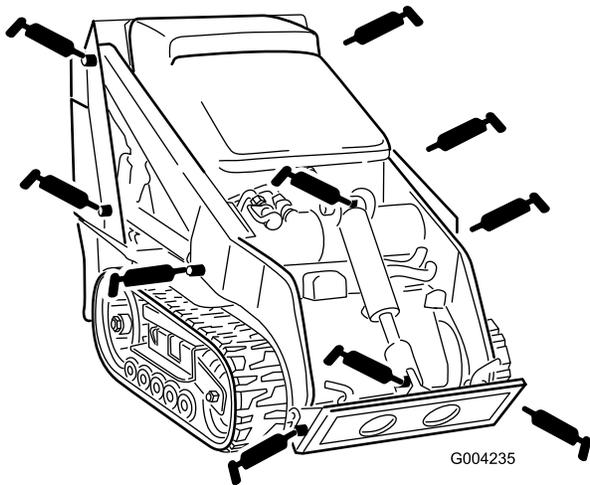
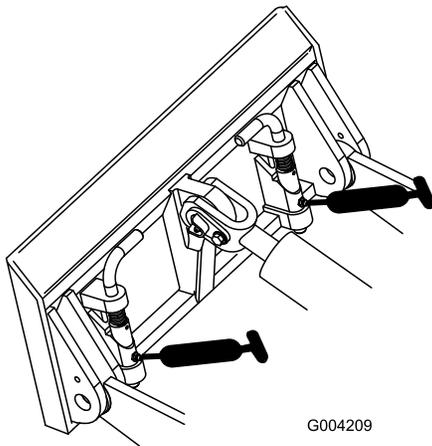

Bild 34
Bild 35
3. Setzen Sie die Fettpresse nacheinander an allen Nippeln an (Bild 34 und Bild 35).